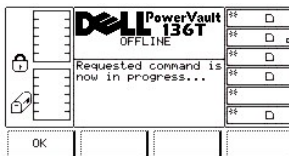
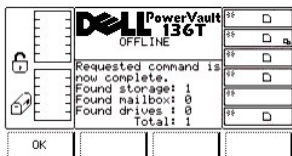

Figure 43. Command > Move > Scan Barcode > Dialogue Progress
Figure 44. Command > Move > Scan Barcode > Dialogue Completion
- 1 Si la touche de fonction **OK** est enfoncée, les champs sont acceptés et le dialogue suivant s'affiche. Reportez-vous à la Figure 43 et à la Figure 44.